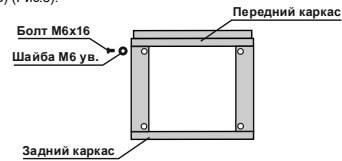

Рис.8
9.11 Поверните всю конструкцию на 90° так, чтобы можно было закрепить оставшиеся две соединительные планки с передним каркасом при помощи двух болтов М6×16 с шайбами М6 (увеличенные) (Рис.8).